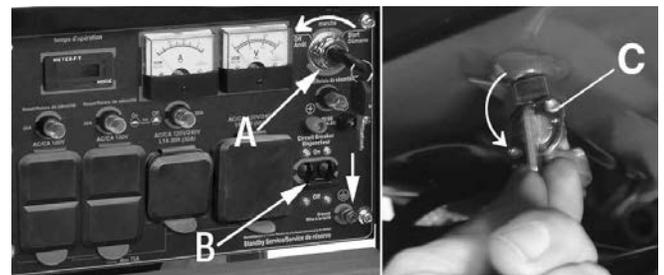

Figure 11
- 1) Mettez le disjoncteur (B) Fig.11 en position d'arrêt ("OFF") en l'abaissant.
- 2) Pour arrêter le moteur, tournez la clé de démarrage de l'interrupteur de courant (A) Fig.11 dans le sens anti-horaire à la position "OFF".
- 3) Fermez la soupape à essence (C) en l'abaissant.